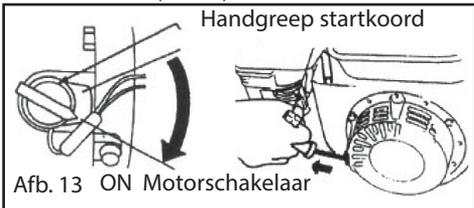

Afb. 11
7. Zet de chokehendel op OFF (Afb. 11).